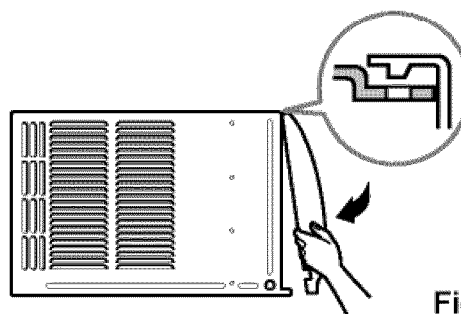

Fig. 10
- 13 Agregue la parrilla frontal al gabinete insertando las pestañas en la parrilla dentro de las pestañas del frente del gabinete. Empuje la parrilla hasta que se fije en el lugar. (ver Fig.10)